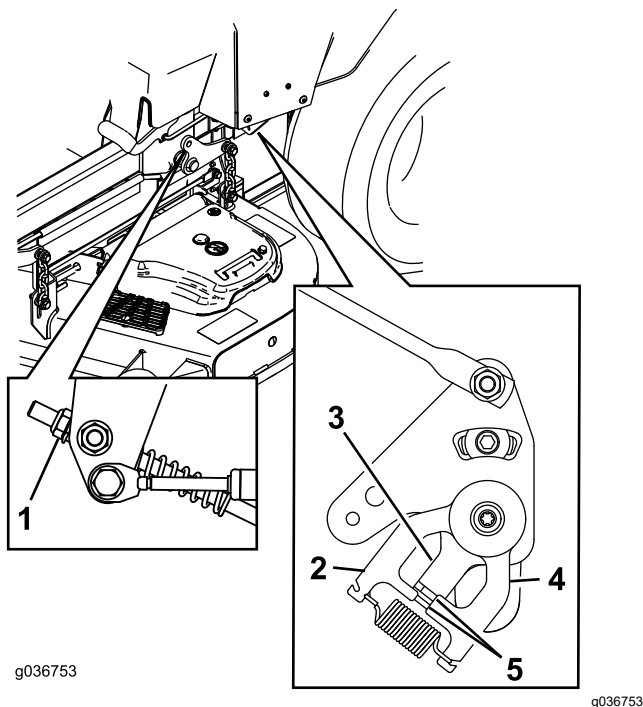

Figura 70
11. Ajuste la longitud de las varillas de control de las bombas girando la tuerca en el sentido apropiado, hasta que las ruedas se muevan ligeramente en marcha atrás (Figura 69 y Figura 70).